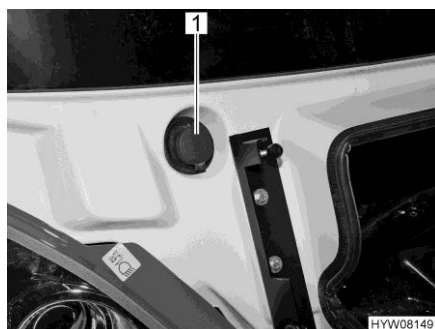

Fig. 31 Bocchettone di riempimento
- Rimuovere il coperchio (Fig. 31,1) del bocchettone di riempimento del contenitore dell'acqua di lavaggio.